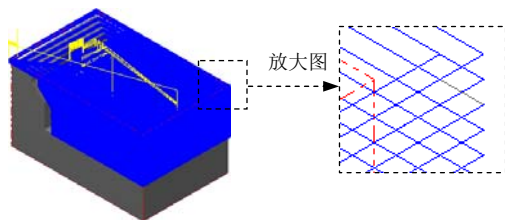

图 3.8 刀具路径
(1) 在“曲面粗加工挖槽”对话框中单击粗加工参数选项卡, 在Z轴最大进给量: 文本框中输入值 1, 然后在进刀选项区域选中螺旋式下刀复选框。
(2) 单击螺旋式下刀按钮, 系统弹出“螺旋/斜插进式下刀参数”对话框, 单击“螺旋/斜插进式下刀参数”对话框中的斜插选项卡, 在如果斜插下刀失败区域选中中断程序单选选项, 单击“螺旋/斜插进式下刀参数”对话框中的按钮。
(3) 单击切削深度(D)...按钮, 在系统弹出的“切削深度设置”对话框中选中绝对坐标单选选项, 然后在绝对的深度区域的最高位置文本框中输入值 2, 在最低位置文本框中输入值-85。单击按钮, 系统返回“曲面粗加工挖槽”对话框。
Step11. 单击“曲面粗加工挖槽”对话框中的按钮, 完成加工参数的设置, 此时系统将自动生成图 3.8 所示的刀具路径。